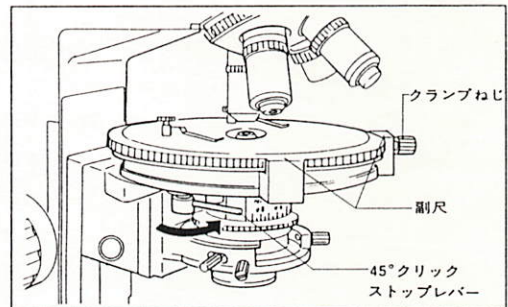

図 19
- 45° クリックストップレバーを手前へ引くと、そのときの方位から45°毎にクリックストップが働きます。消光位から対角位への移行が容易にかつ確実に行えます。(図19)